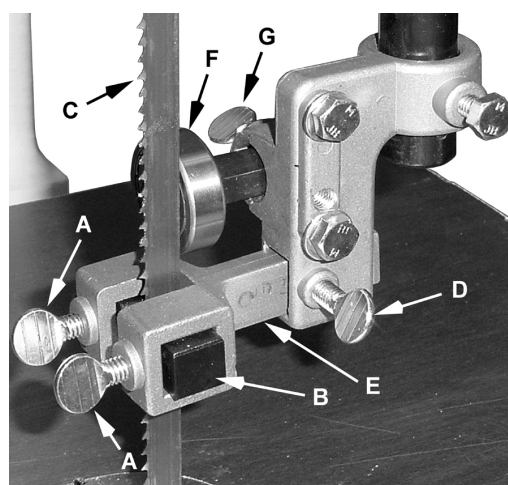

Рис. 20
**Никогда не работайте на станке без всех средств защиты, которые должны быть на своих местах и в рабочем состоянии.** См. рис. 20:
- Ослабьте винт-барашек (D) и переместите кронштейн направляющего блока (Е) внутрь или наружу, пока передний край направляющих не будет чуть позади впадин зубьев пилы.
- Затяните винт-барашек (D).